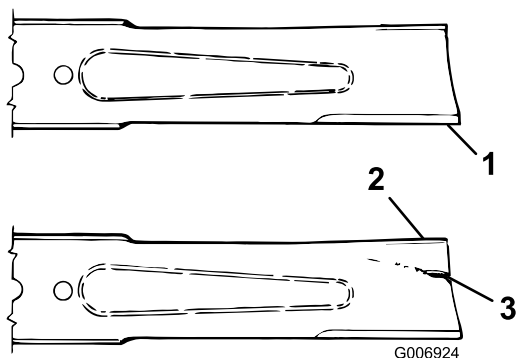

Figura 15
2. Examine cuidadosamente los extremos de corte de la cuchilla, sobre todo en el punto de reunión entre la parte plana y la parte curva de la cuchilla (Figura 15). Puesto que la arena y los materiales abrasivos pueden desgastar el metal que conecta las partes curva y plana de la cuchilla, compruebe la cuchilla antes de utilizar la máquina. Si observa señales de desgaste (Figura 15), cambie la cuchilla; consulte Cómo retirar la cuchilla.
Si se permite que la cuchilla se desgaste, se formará una hendidura entre la vela y la parte plana de la cuchilla (Figura 15). Con el tiempo, una parte de la cuchilla puede desprenderse y ser arrojada desde debajo de la carcasa, posiblemente causando lesiones graves a usted o a otra persona.